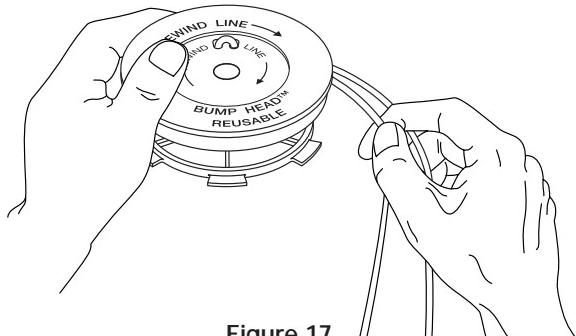

Figure 17
7. Enroulez les fils en couches uniformes serrées sur le moulinet (Fig. 17). Enroulez le fil dans le sens indiqué sur le moulinet intérieur. Placez votre index entre les deux fils pour les empêcher de se superposer. Ne superposez pas les extrémités du fil. Passez à l'étape 11.